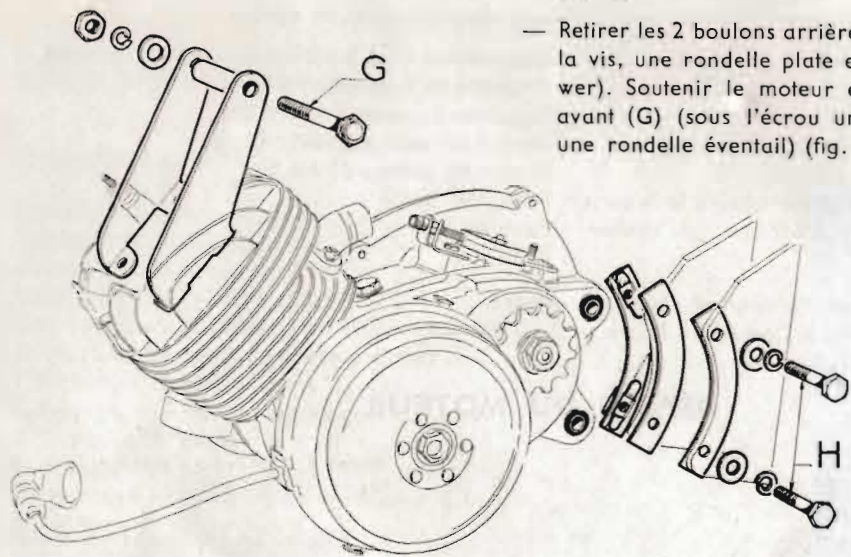

Fig. 2
- Desserrer les boulons avant (G) et arrière (H) de fixation du moteur au cadre (clé de 14) (fig. 2).